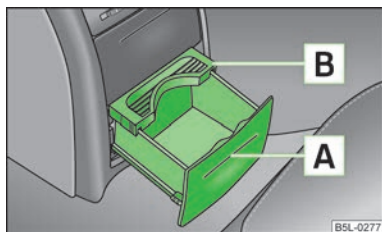

Fig. 66
- Apăsați capacul în zona **A** » fig. 66 - suportul pentru pahare se deschide.